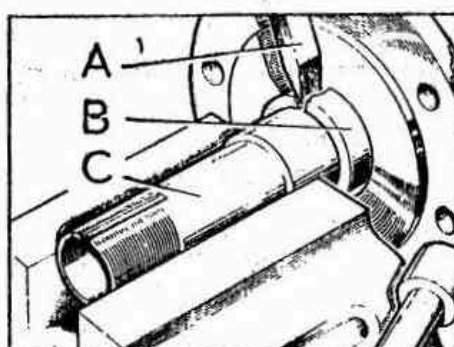

Fig. E -16 Desmontaje de la pieza separadora
- 1.4. Si fuese necesario, cambiar la pieza separadora, B (Fig. E -16) de la mangueta, se cortará con un cortafrios, A, teniendo cuidado de no deteriorar la mangueta, C.